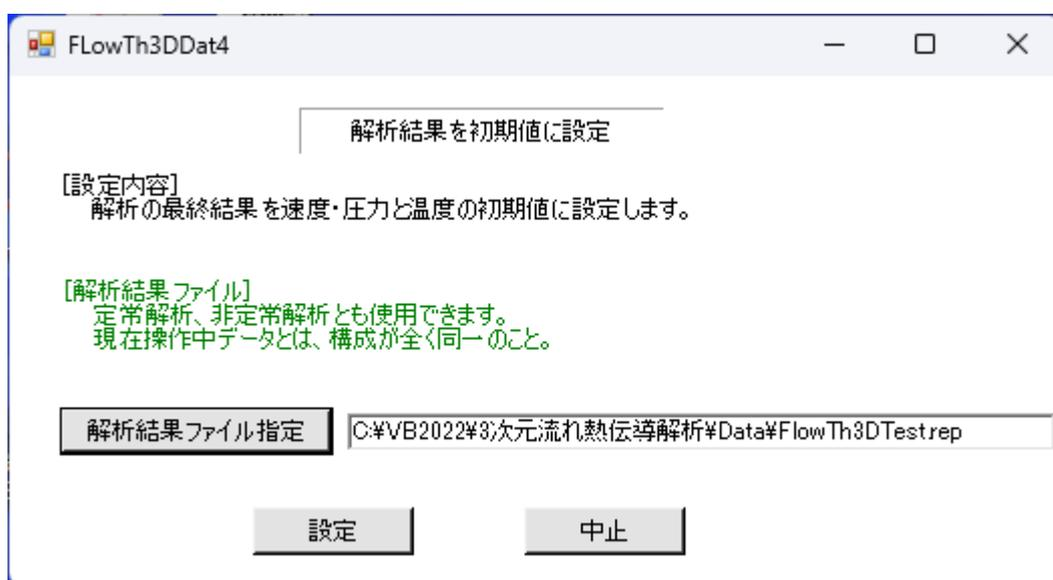

図4-34 「解析結果を初期値に設定」の結果ファイル設定画面
1) サブメニューの「解析結果を初期値に設定」を選択すると、図4-34の結果ファイル設定画面となります。
① 同画面で、解析結果ファイルを設定します。ただし、操作中データとは、構成が全く同一でなければなりません。